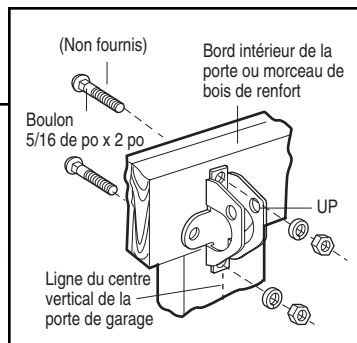

Figure 4
- Utiliser les trous supérieurs et inférieurs ou latéraux de support de porte. Percer des trous de 5/16 po à travers la porte et fixer le support à l'aide de boulons à tête bombée et à collet carré de 5/16 po x 2 po, des rondelles de blocage et des écrous (non fournis) (Figure 4).